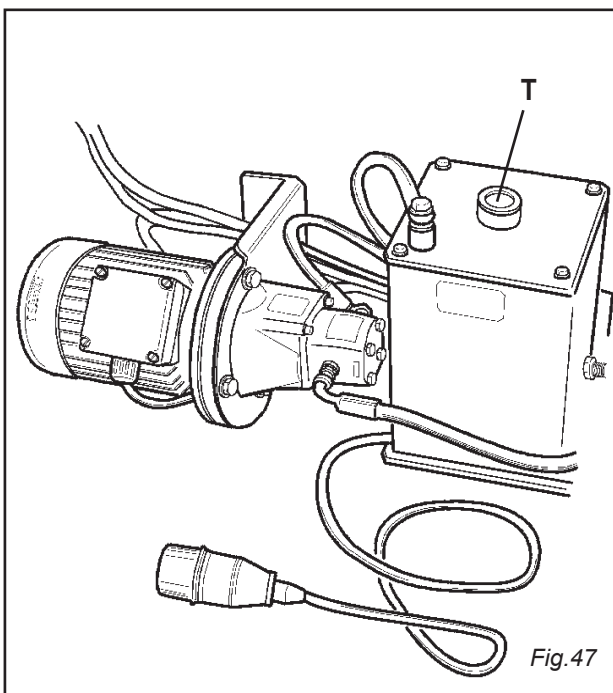

Fig. 47
Controllare periodicamente il livello olio in centralina oleodinamica, mediante l'apposita asta posta sotto il tappo (T) della centralina stessa. (Fig. 47)